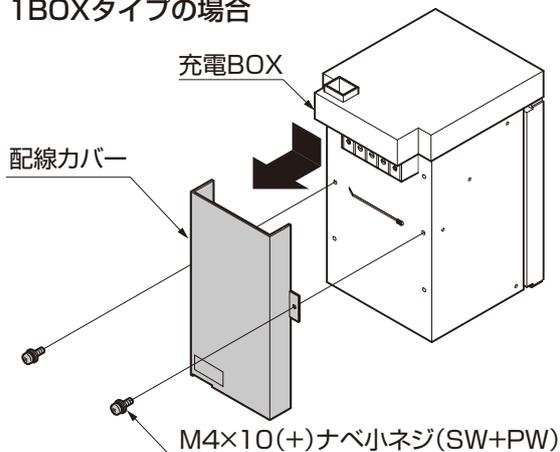

図5-1
- ① 充電BOXのM4×10(+)-ナベ小ネジ(SW+PW)を外して、配線カバーを取外してください。(図5-1参照)